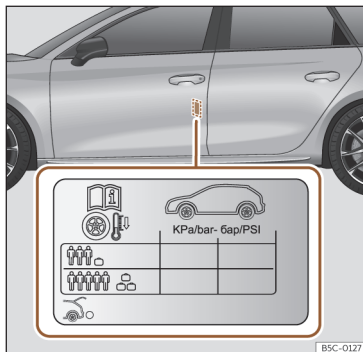

Fig. 231 Ubicación del adhesivo de la presión de inflado de los neumáticos.
- Adapte la presión de los neumáticos a la carga que lleva el vehículo»» **fig. 231**.
Los valores de la presión de inflado se indican en la etiqueta adhesiva situada en la zona posterior del marco de la puerta delantera izquierda»» **fig. 231**.
La presión de los neumáticos se debe adaptar a la carga actual del vehículo. Si el vehículo va a ir cargado al máximo, debe aumentar la presión de inflado al valor máximo de carga indicado en la etiqueta adhesiva »» **fig. 231**.
En el caso de una rueda de emergencia minimizada (125/70 R16 o 125/70 R18), inflar a 4,2 bar de presión según se indica en la etiqueta de presión de los neumáticos »» **fig. 231**.
- El conductor es responsable de que todos los neumáticos del vehículo estén inflados a la presión correcta. La presión de inflado recomendada viene indicada en un adhesivo»» fig. 231.
- Con los neumáticos en frío, deberá mantenerse siempre la presión indicada en el adhesivo»» fig. 231.